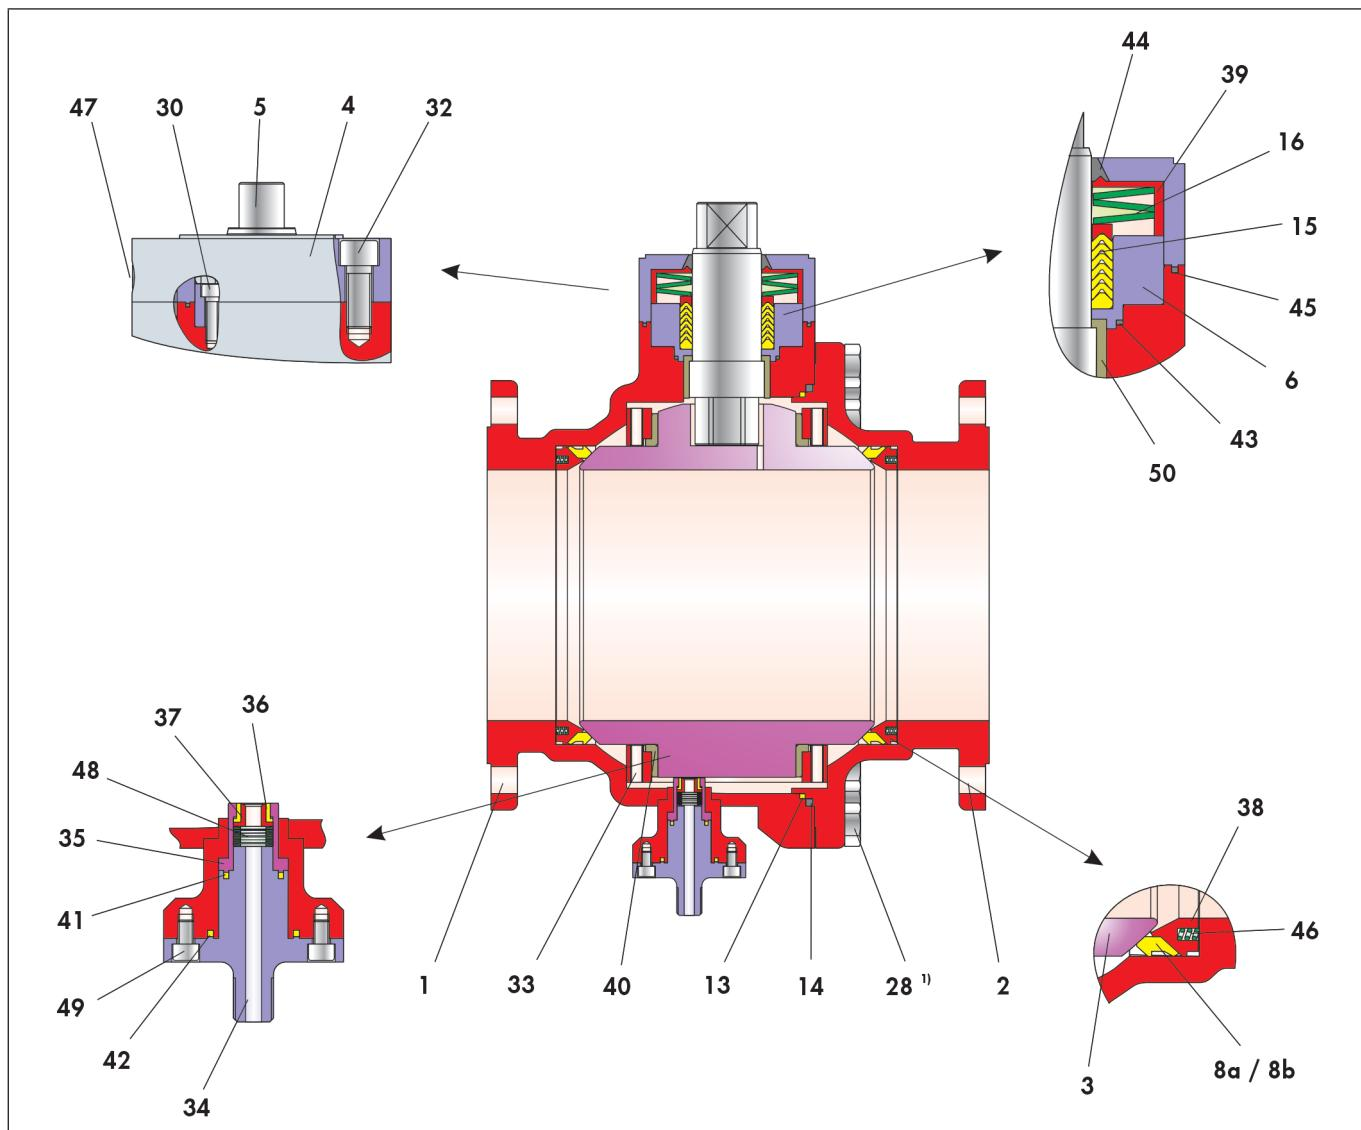

图 3-3: DN 200/NPS8 截止球阀的剖面图
在组装期间必须遵守图 3-3 中所示各个部件的位置和排布。
- ⇒ 将阀环 (43) 插入填料压盖衬套 (6)。
- ⇒ 用 V 形环填料 (15) 填充填料压盖衬套 (6)。有关 V 形套筒的排布，请参见图 3-3。
- ⇒ 以轻微旋转运动（但不要用力过大）推动预组装填料轴承经过已组装的控制轴 (5) 的上方。
- ⇒ 用螺钉 (30) 以交叉方式匀力将填料轴承拧紧在一起。
- ⇒ 将盘簧组 (16) 放在 V 形环填料 (15) 上。有关弹簧垫圈的排布，请参见图 3-3。
- ⇒ 推动衬套 (39) 经过控制轴 (5)，以使其停靠在盘簧 (16) 上并将其居中。
- ⇒ 小心地推动阀环 (44) 经过控制轴 (5) 直抵衬套 (39)。
- ⇒ 将阀环 (45) 插入填料箱法兰 (4) 的沟槽。
- ⇒ 将填料箱法兰 (4) 穿过控制轴 (5) 放到主阀体 (1) 上。
- ⇒ 轻轻润滑螺钉 (32)。
- ⇒ 用螺钉 (32) 均匀调整填料箱法兰 (4) 并以交叉方式拧紧。